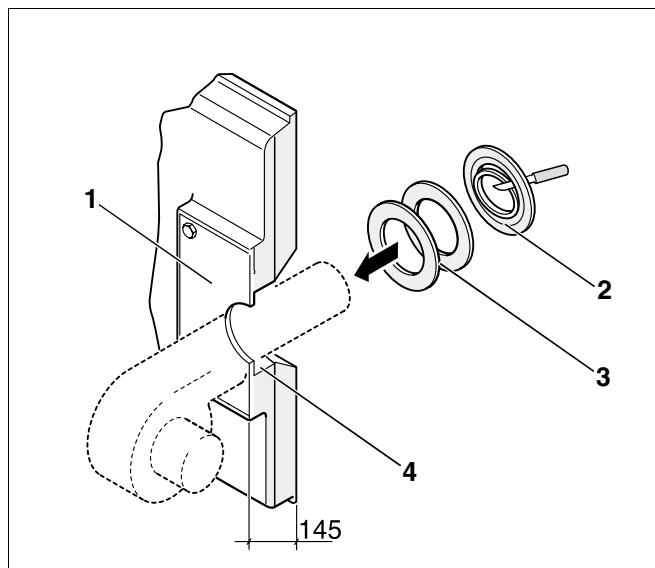

Fig. 66 Montering av brenner (mål i mm)
- Bor stålinnleggsplaten (Fig. 66, **Pos. 1**) på installasjonsstedet i henhold til nødvendig diameter på brennerrøret (Ø maks 270 mm) eller skjær den ut. Bor hull for festing av brenneren etter hullbildet til brennerflensen.
- Skjær ut isolasjonsringer i henhold til brennerrørets diameter (Fig. 66, **Pos. 2**).
- Fyll den gjenblivende spalten mellom brennerdørens isolasjon og brennerrøret (Fig. 66, **Pos. 4**) med de tilpassede isolasjonsringene (Fig. 66, **Pos. 3**).